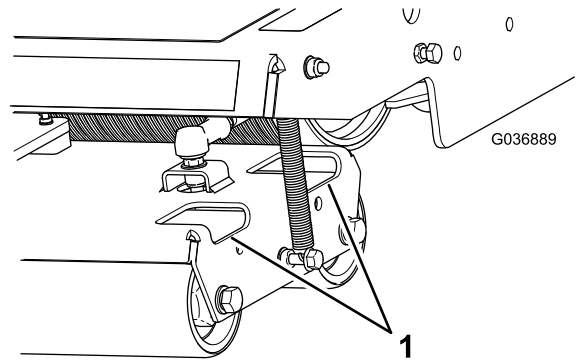

Figura 40
2. Curăai murdăria i reziduurile de pe role după cum este necesar, pulverizând apă prin orificiile din carcasa rolei (Figura 40).